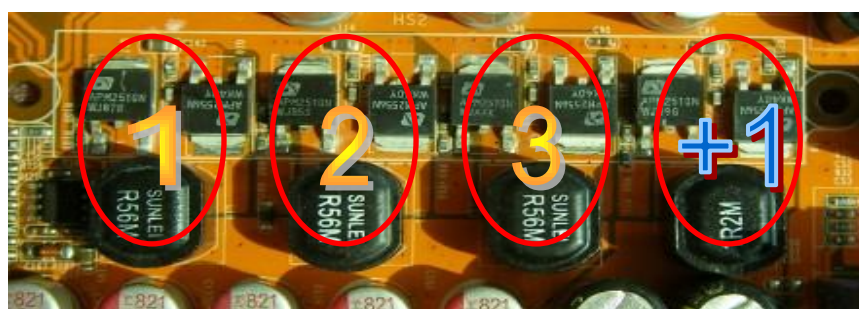

Figura 2
2. Modelo de Fonte de Alimentação de 3 Fases: placa mãe com 3 indutâncias para fonte de alimentação da CPU, e cada indutância contém 2 MOSFET (6 MOSFETs no total) (Figura1); Modelo de Fonte de Alimentação 3+1 Fases: placa mãe com 4 indutâncias 4 para fonte de alimentação da CPU e cada indutância contém MOSFET (8 MOSFETs no total) (Figura 2)